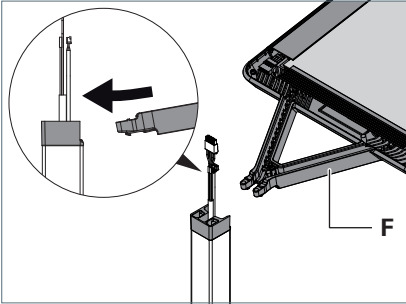

Fig. 3: Leuchtenkopf montieren.
- ▶ Stecken Sie den Tragarm **F** des Leuchtenkopfs leicht nach unten gekippt bis zum Anschlag in den Adapter, siehe Fig. 3.